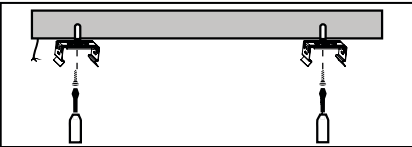

Рис. 2
- 5.11 Наметьте и просверлите по два отверстия для каждой монтажной скобы на поверхности стены или потолка по месту установки в соответствии с перфорацией монтажной скобы (рис. 2). Расстояние между скобами не должно превышать 3/4 от длины светильника.